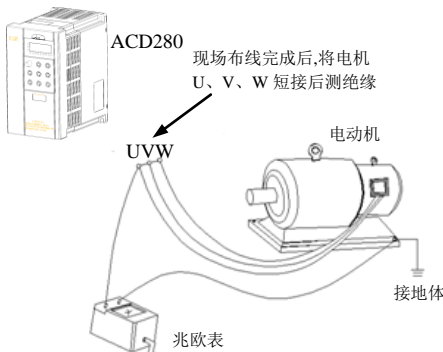

图 1-1 电机绝缘检查示意图
- (2) 如果需要以低速恒转矩长期运行，必须选用变频电机。若使用一般的异步交流电机低速运行时，应监控电机温度或采取强制散热措施，以防烧毁电机。
- (3) 减速箱及齿轮等需要润滑的机械装置在长期低速运行时，可能由于润滑效果变差造成损坏，请事先采取必要措施。
- (4) 若超过电机额定频率运行时，除了考虑电机的振动、噪音增大外，还必须确保电机轴承及机械装置的使用速度范围，请务必事先确认。
- (5) 对于提升设备和大惯性之类的负载，变频器常会因产生过流或过压故障而跳闸，为保证正常工作，应考虑选配适当的制动组件。
- (6) 应通过端子或其它正常的命令通道对变频器进行起停控制。严禁在变频器输入侧使用接触器等强电开关直接频繁起停操作，否则会造成设备损坏。
- (7) 如果需要在变频器输出和电机之间安装接触器等开关器件，请确保变频器在无输出时进行通断操作，否则可能会损坏变频器。
- (8) 变频器在一定的输出频率范围内，可能会遇到负载装置的机械共振点，可设置跳跃频率来避开。
- (9) 使用前，应确认电源电压在允许的工作电压范围之内，否则应做变压处理或订购特种变频器。
- (10) 在海拔高度超过 1000 米的条件下，变频器应降额使用，每增加 1500 米高度输出电流约降低额定电流的 10%。
- (11) 电机在首次使用或长时间放置后再使用之前，应做电机绝缘检查。请使用 500V 电压型兆欧表按图 1-1 所示进行检查，绝缘电阻不得小于  $5\text{ M}\Omega$ ，否则有损坏变频器的可能。